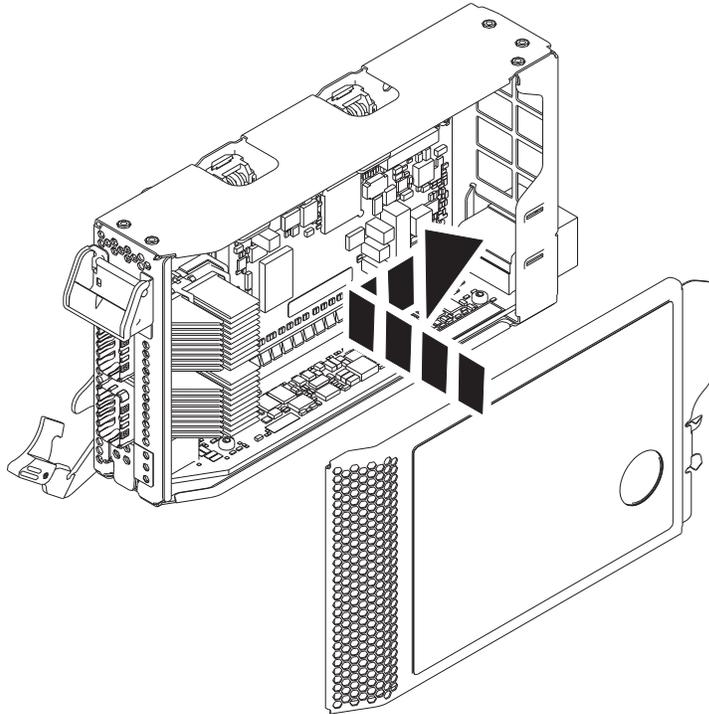

Figura 32. Substituir a tampa da cassete do adaptador PCIe
- a. Alinhe e deslize a tampa da cassete para a posição na cassete, como é mostrado na Figura 32.